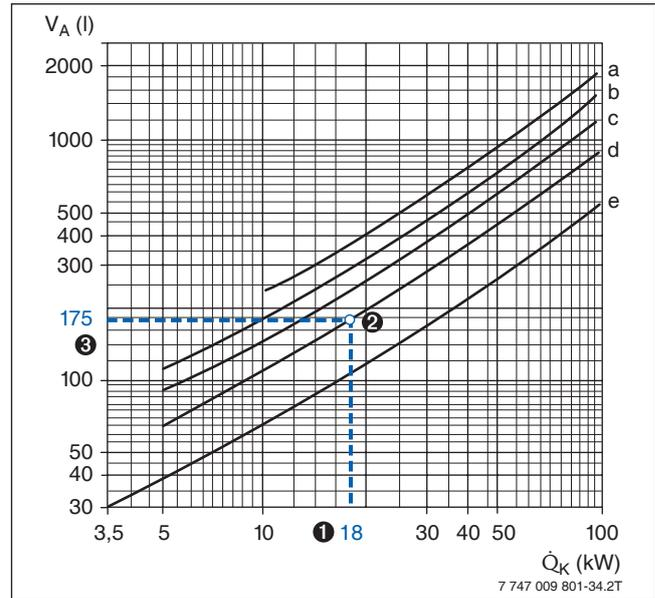

Bild 19 Anhaltswerte für den durchschnittlichen Wasserinhalt von Heizungsanlagen (nach ZVH-Richtlinie 12.02)
In Abhängigkeit von verschiedenen Parametern der Heizungsanlage lässt sich das Anlagenvolumen aus Bild 19 ablesen.
• 3 Gesamtwasserinhalt der Anlage = 175 Liter (→ Bild 19, Kurve d)
Das nach Punkt 3 in Bild 19 abgelesene Anlagenvolumen muss kleiner sein als das maximal zulässige Anlagenvolumen. Trifft das nicht zu, ist ein größeres Ausdehnungsgefäß zu wählen.
- ❹ Erforderlich ist ein AG mit 12 l Inhalt, weil hierfür das nach Bild 19 ermittelte Anlagenvolumen kleiner als das maximal zulässige Anlagenvolumen ist.